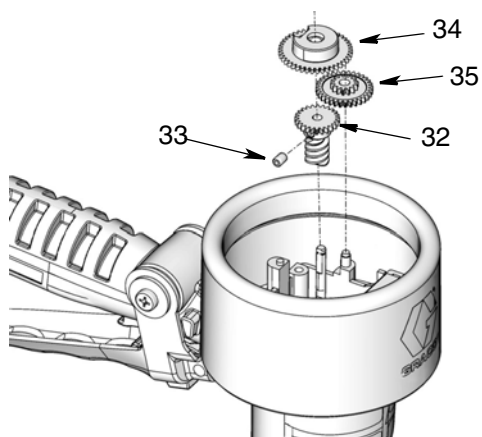

Рис. 21
- Установите шестеренки (32, 34, 35), как показано на Рис. 21. Используйте торцевой гаечный ключ размером 2 мм, чтобы затянуть зажимный винт шестеренок (33).